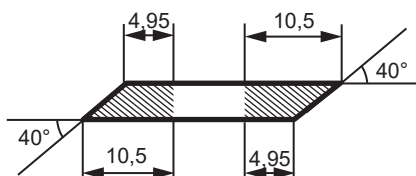

Рис. 30 Размеры ножа
*Не стачивайте больше металла, чем необходимо. Нельзя точить ножи неограниченное количество раз, так как ножи имеют ограничение по минимально допустимым размерам (Рис. 30).*
После заточки ножей проверьте их на соответствие предельным размерам (минимально допустимым для использования). Если расстояние от края отверстия для болта крепления до края режущей кромки ножа составляет менее 10,5 мм – нож подлежит замене (Рис. 30).